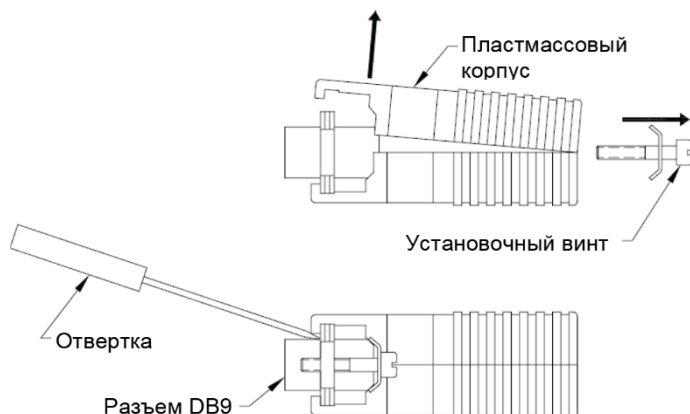

Рисунок 10: Вскрытие корпуса преобразователя
5. С помощью маленькой отвертки подденьте и вскройте пластмассовый корпус преобразователя последовательных интерфейсов, как показано на рис. 10.